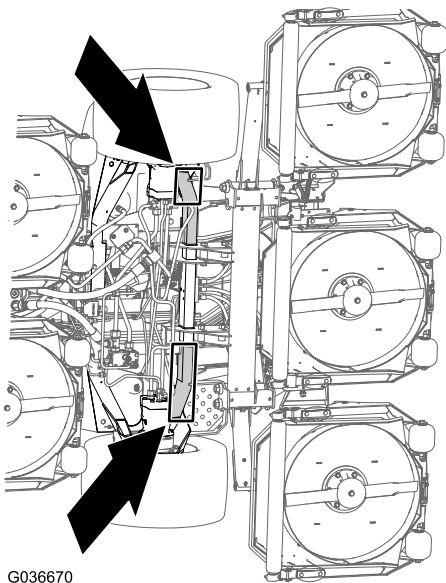

Figura 46
**Parte anteriore della macchina:** sul telaio della macchina, davanti ai motori di trasmissione delle ruote (Figura 46)